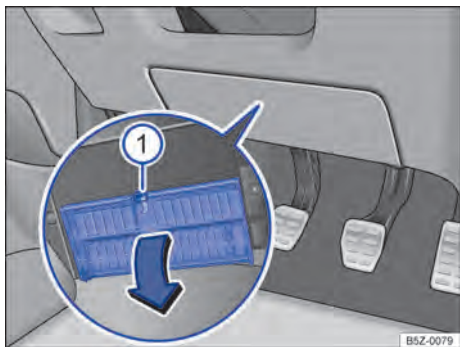

Fig. 145 No lado do condutor embaixo do painel de instrumentos: abrir a cobertura da caixa de fusíveis.
- **Abrir:** pressionar a alavanca de travamento → Fig. 145 ① até que a cobertura se abra.
- **Fechar:** rebater a cobertura no sentido contrário à seta até que ela se trave audivelmente na alavanca de travamento ①.